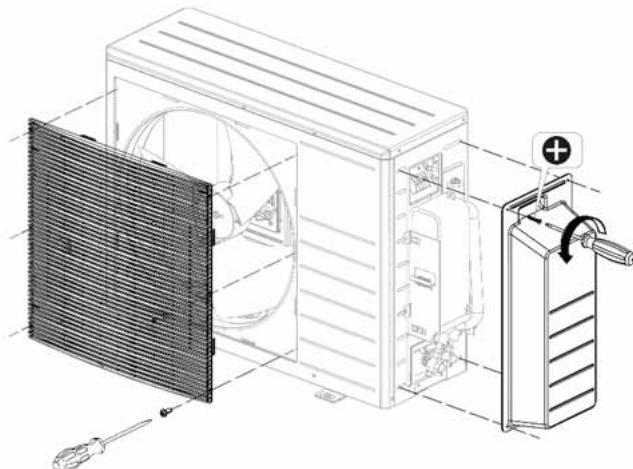

Abb. 45: Demontage des Gitters und der Seitenverkleidung
- Demontieren Sie die Seitenverkleidung gem. Abb. 45.